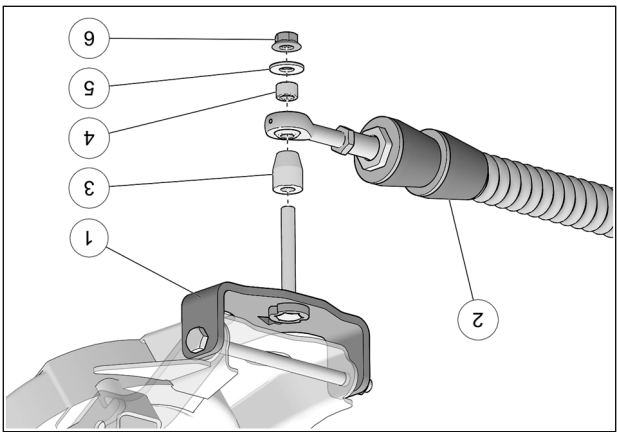

Fig. 11
10. Fixer le bras stabilisateur (2) à l'ancrage de suspension (1) à l'aide de l'espacer long (3), de l'espacer court (4), de la rondelle (5) et de l'écrou autobloquant (6). Serrer à un couple de 70 N•m [52 lb•pi]. Voir la Fig. 11